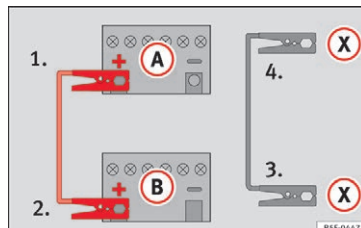

Fig. 78 Tilslutningsdiagram for biler med start-stop-system
– I biler med start-stop-system: Sæt den ene ende af det sorte startkabel (X) fast på en egnet stelforbindelse – en massiv metaldele, der er skruet sammen med motorblokken, eller på selve motorblokken » » » Fig. 78.
5. I bilen med det afladede batteri skal du sætte den anden ende af det sorte startkabel (X) på en massiv metaldele, som er skruet sammen med motorblokken, eller på selve motorblokken, men det skal være et sted, som er så langt væk fra batteriet (A) som muligt.